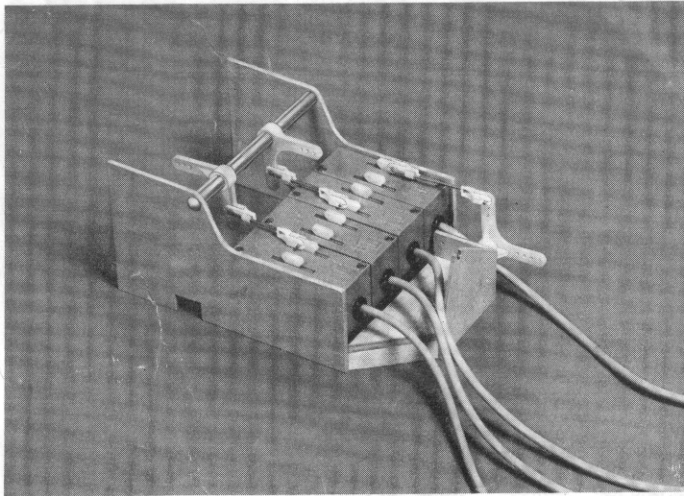

Abb. 19
Die so montierte Rudermaschineneinheit ist in Abbildung 19 zu sehen. Wenn der Hubschrauber ohne Pitchbetätigung (also ohne kollektive Blattverstellung) geflogen werden soll, dann ist noch das Festpunkt-Sperrholzteil (217) an das rechte Seitenteil zu kleben, siehe Plan.